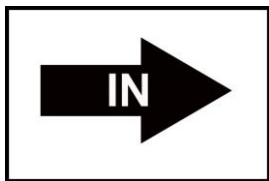

Fig 1
TFP 5000 : Raccorder le flexible de la pompe au raccord de flexible de l'entrée du filtre (IN). Raccorder également le flexible de sortie au raccordement de flexible de la sortie du filtre (OUT). Voir fig. 1 + 2.